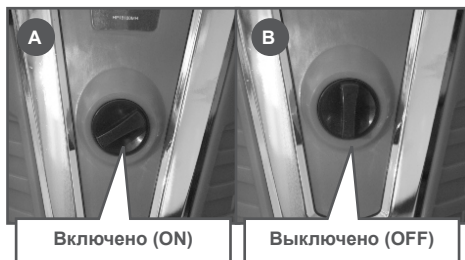

Рис. 9 Положение выключателя аппарата
1. Установите выключатель в положение «Выключено» (Рис. 9В).